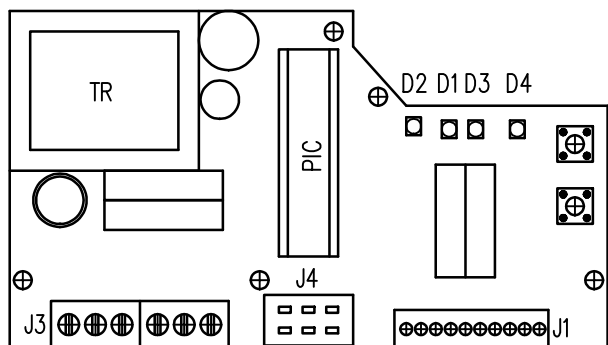

Рис.9
4.6 Настройка регулятора положения (рис.9)
Размещение устанавливаемых и сигнализирующих элементов на плате регулятора REGADA находится на рис.9: